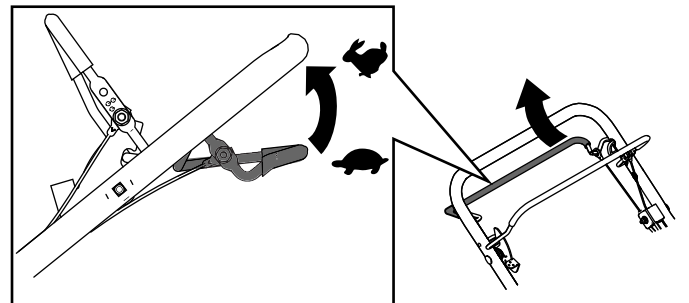

Figura 17
3. Para operar a transmissão autopropulsora, aperte a barra de transmissão autopropulsora (Figura 17).